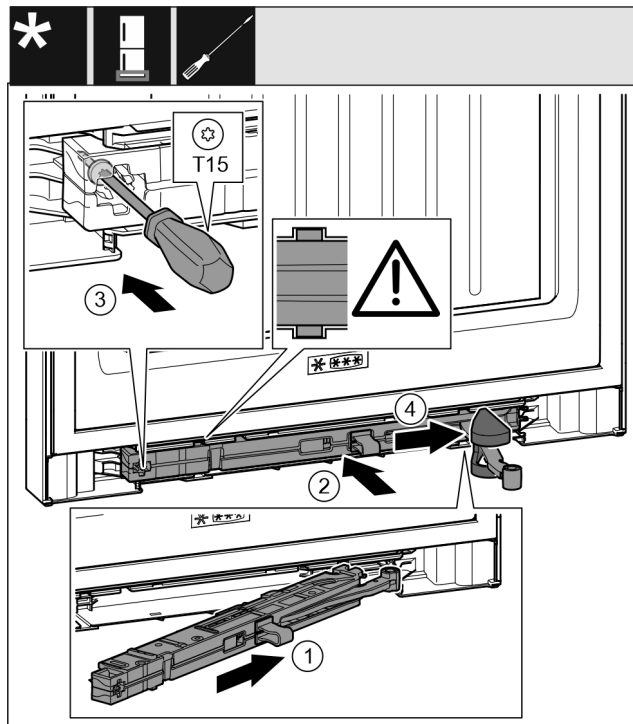

Fig. 62
- ▶ Jednotku tlumiče zavírání Fig. 62 (1) na straně stojanu ložiska zasuňte až na doraz šikmo do vybrání.
- ▶ Jednotku tlumiče zavírání Fig. 62 (2) zcela zasuňte do výklenku.
- ▶ Šroubovákem šroub Fig. 62 (3) pevně utáhněte.
- ▶ Posuňte kryt Fig. 62 (4) přes kloub.